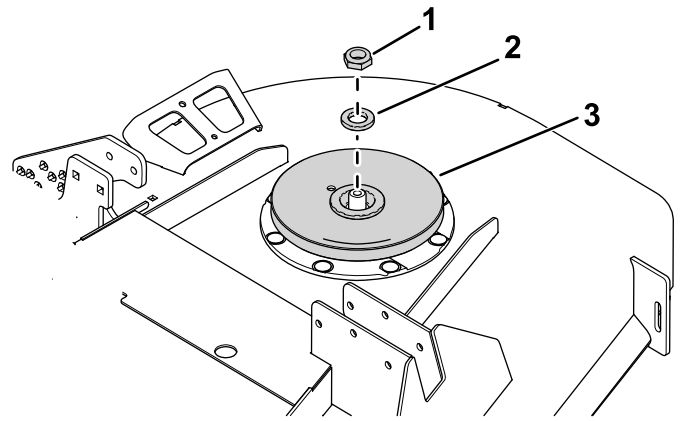

Figure 5
2. Déposez la poulie (Figure 5).
3. Fixez la poulie neuve sur l'axe avec l'écrou et la rondelle (Figure 5).
1. Retirez l'écrou et la rondelle qui fixent la poulie de lame existante sur l'axe (Figure 5).